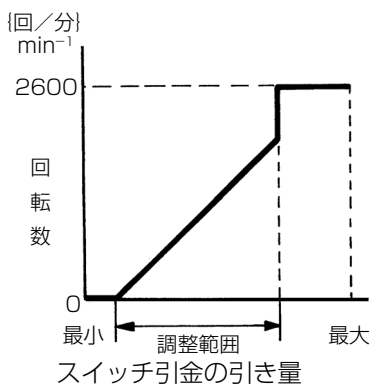

図 16
(1) スイッチの操作について
(2) 回転数の調整について
- 回転数は、スイッチ引金の引き量によって $0 \sim 2,600 \text{ min}^{-1}$ {回/分} まで調整できます。(図 16)